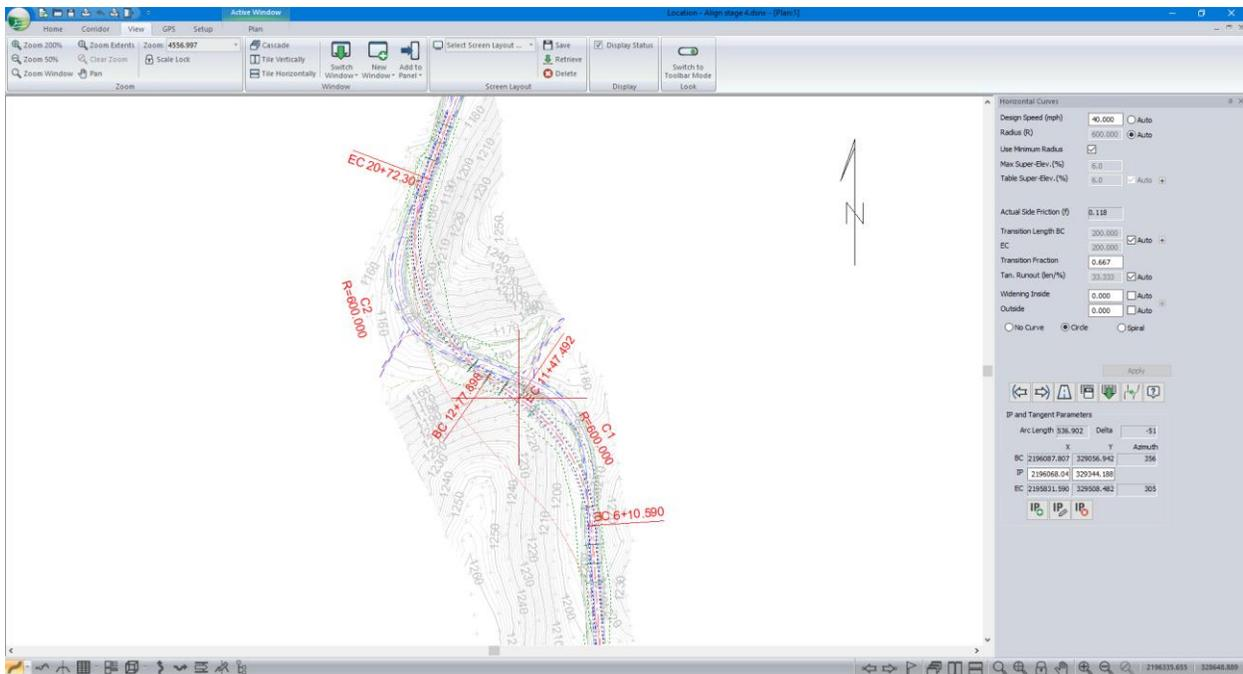

Figura 17-1: Formato de Pantalla con Panel de Curvas Fijo y Ventana Maximizada
**Nota:** Al hacer doble clic en la barra de título de cualquier Ventana, ésta se maximiza. Acomode la pantalla para hacerla similar a la Figura 17-1.